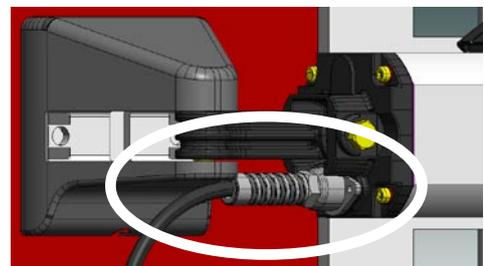

Abb. 17
18. Das an den Antrieb angegossene Kabel wie in Abb. 17 dargestellt mit den beiden im Lieferumfang enthaltenen Schrauben befestigen.